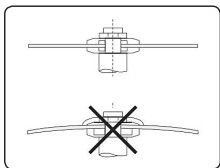

Figura 1
- f) Discos de corte de centro plano devem ser montados em flanges com diâmetros e áreas de contato idênticas. O diâmetro mínimo dos flanges deve ser de $\frac{1}{4}$ do diâmetro do disco (figura 1).